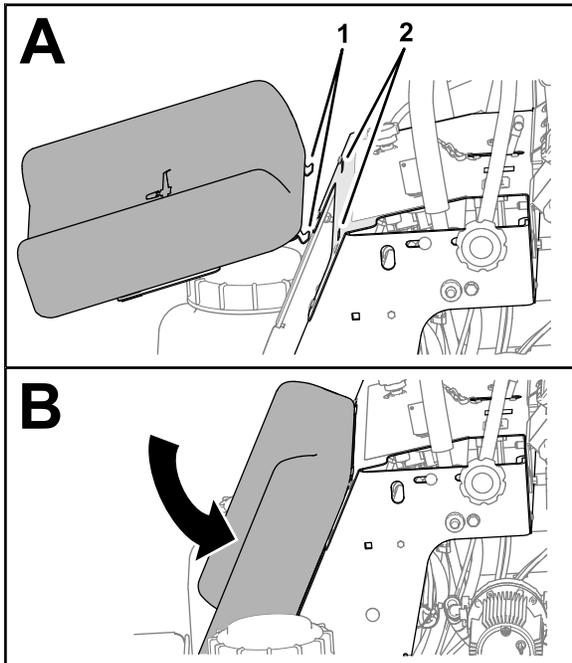

Figure 60
1. Insérez les languettes du protège-genoux dans les fentes de la console de commande (Figure 60).
2. Rabaissez le protège-genoux (Figure 60).